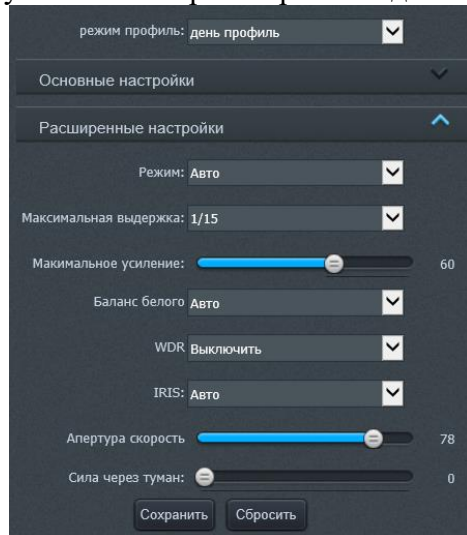

Рисунок 9 – Расширенные настройки видеозображения
9.9.7. При выборе режима имеется возможность настроить основные параметры видеозображения, такие как «Яркость», «Насыщенность», «Четкость», «Контрастность», «Интенсивность» (рисунок 8) а также существуют расширенные настройки: «Максимальная выдержка», «Максимальное усиление», «Баланс белого», «WDR», «Частота», «IRIS» (рисунок 9).